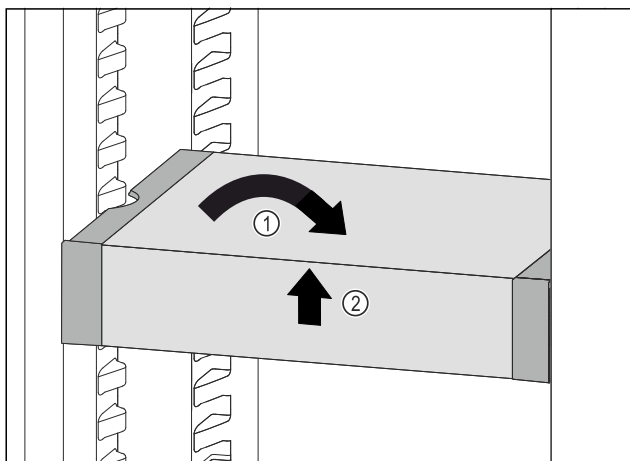

Fig. 164
- Vendosni drejt VarioSafe. Fig. 164 (1)
- Ngrini lart VarioSafe në pjesën përpara. Fig. 164 (2)